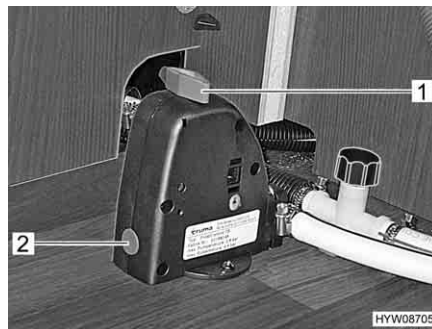

Fig. 81 Valvola di sicurezza/di scarico del boiler
Il boiler è dotato di una valvola di sicurezza/di scarico (Fig. 81). La valvola di sicurezza/di scarico impedisce che l'acqua congeli nel boiler in presenza di basse temperature esterne, quando il riscaldamento dell'autocaravan non è acceso.
- Chiudere la valvola di sicurezza/di scarico. A tal fine ruotare la manopola (Fig. 81,1) verticalmente rispetto alla valvola di sicurezza/di scarico e premere verso l'interno il bottone automatico (Fig. 81,2).
- Aprire la valvola di sicurezza/di scarico. A tal fine ruotare la manopola (Fig. 81,1) nel senso della lunghezza della valvola di sicurezza/di scarico. Il bottone automatico (Fig. 81,2) scatta all'infuori. Il boiler viene svuotato verso l'esterno tramite la valvola di sicurezza/di scarico.